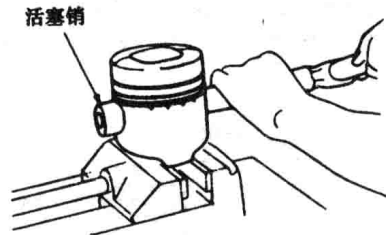

图 1-4 用铜棒打出活塞销
④活塞销。在常温下,用铜棒将活塞销打出,如图 1-4 所示。若要重新使用原来的活塞销,拆卸时,每个活塞和活塞销应作标记。